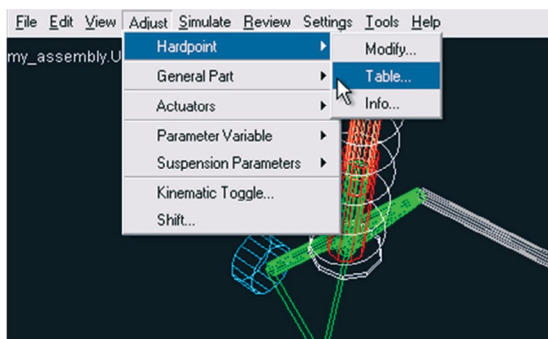

Figura 4.193 – Selecionando a tabela de *Hardpoints* .
- Acesse o menu *Adjust* → *Hardpoint* → *Table* (Figura 4.193).